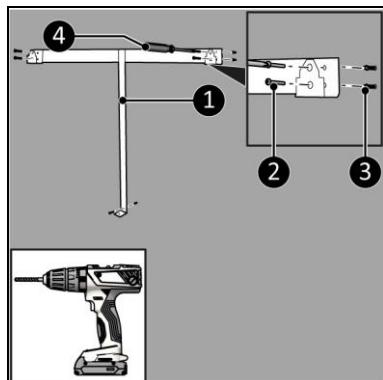

Figura 7
4. Așezați suportul de perete pe (Figura 7, poz. 1) perete și marcați cele cinci găuri.
6. Fixați știfturile (Figura 7, poz. 3).
7. Înșurubați și strângeți suporturile de perete (Figura 7, poz. 2) cu cinci șuruburi mari folosind o șurubelniciță Phillips (Figura 7, poz. 4).